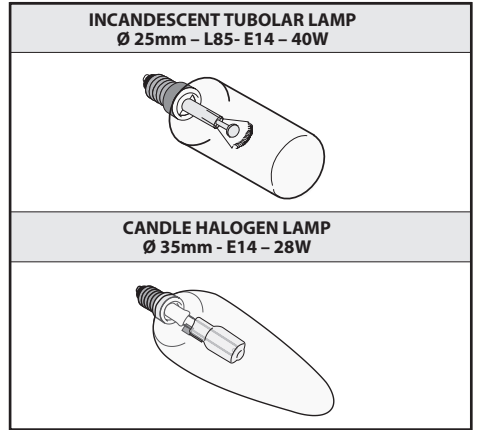

Fig.9
• **Sostituzione delle lampade a incandescenza/alogene (Fig.9):**